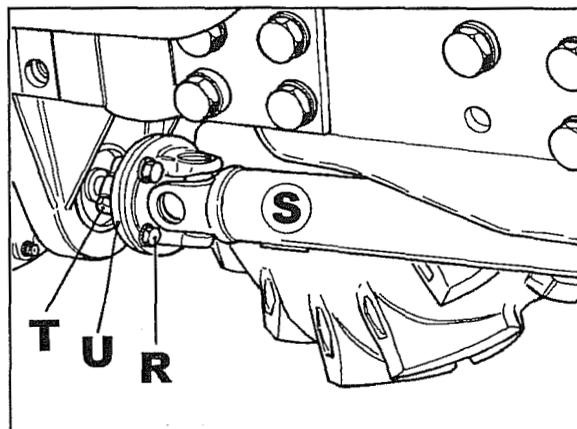

Fig. 76
8. Desconectar el eje **S** de la doble tracción mediante los tornillos **R** fig. 76, luego extraerlo hacia adelante para quitarlo.
9. Desenroscar el tornillo **T** fig. 76 y quitar la brida **U**.